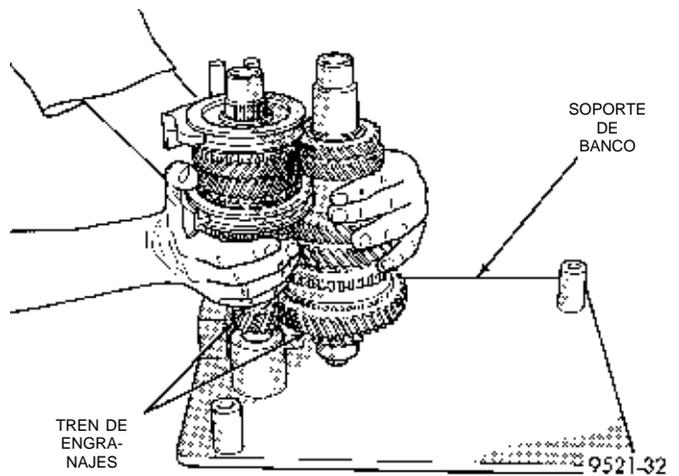

Fig. 57 Soporte de banco
(1) Verifique que los espaciadores del soporte de banco se retiren del mismo. Instale los ejes impulsor y de transmisión en el soporte de banco (Herramienta Miller N° 6785) (Fig. 57).